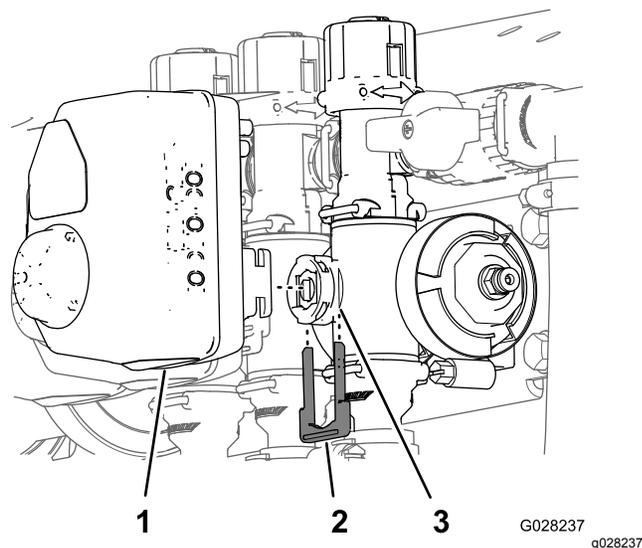

図 61
3. アクチュエータを散布量制御用、攪拌、マスターブーム、または個別ブームバルブ用のマニホールドバルブに固定しているリテーナを外す 図 61。